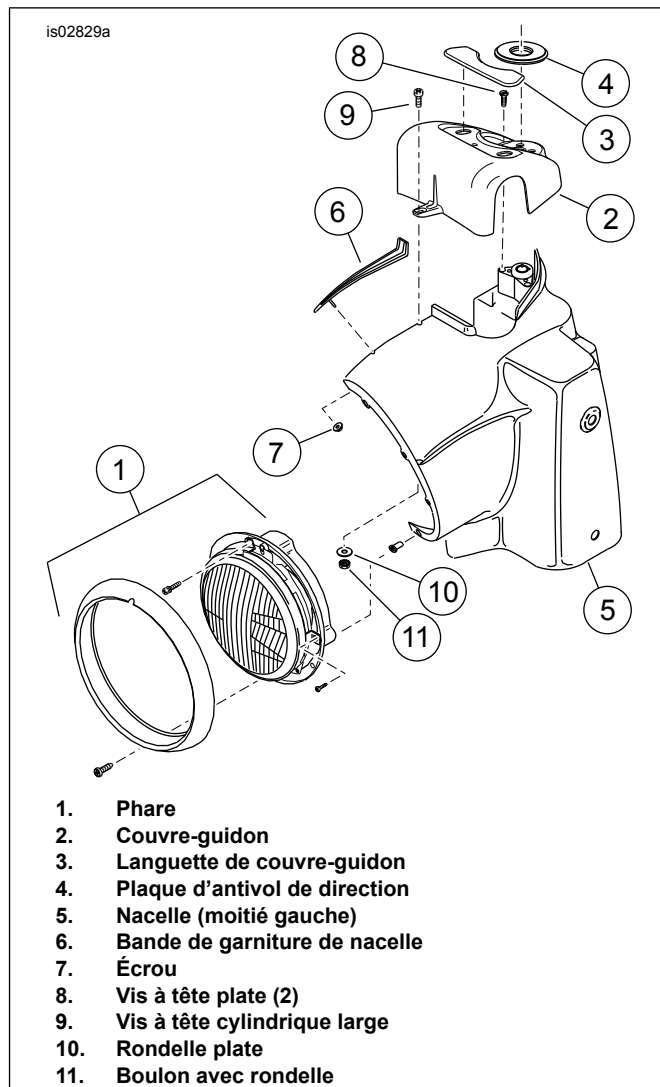

Figure 5. Nacelle, phare et couvre-guidon (FLHR/C illustré)
12. Consultez Figure 5. Placez votre main à l'intérieur de la nacelle du phare (5), retirez l'écrou à embase (7) pour libérer la bande de garniture (6) au dessus de la nacelle.
**Pour l'Australie, le Brésil, l'Angleterre, l'Europe et le Japon** : Consultez Figure 5. Les vis à tête plate (8) ont des têtes de rupteur et ne peuvent pas être facilement retirées. Pour enlever les vis avec des têtes de rupture, percez un trou pilote dans le haut de chaque vis avec un pointeau et sortez de force la vis à l'aide d'une perceuse munie d'une mèche à gauche de 1/8 po (3 mm).